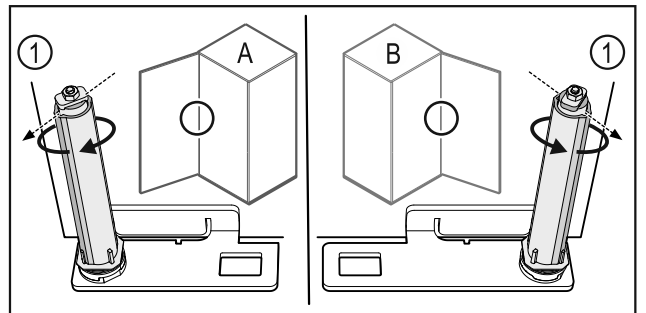

Fig. 56 Ovi avautuu vasemmalle (A) / ovi avautuu oikealle (B)
- Kierrä sulkuyksikköä vastusta vasten niin pitkälle, että sulkujärjestelmän porras Fig. 56 (1) osoittaa ulospäin.